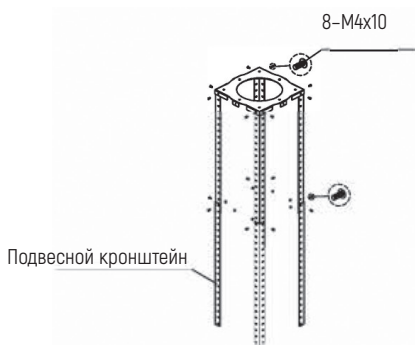

Рис. 2
2. Настройте на нужную высоту, соедините кронштейн, установите на подвесные опоры. См. рис. 2.